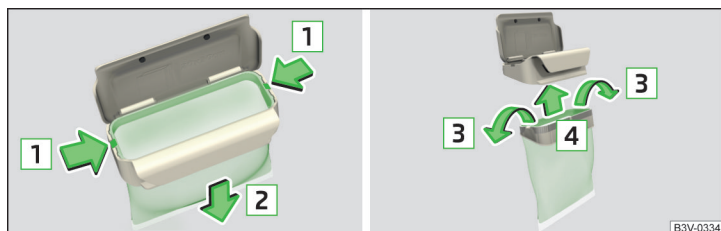

Fig. 113 Înlocuirea pungii
- Comprășați ambele elemente de fixare de pe cadru în sensul săgeții **1** » fig. 113.